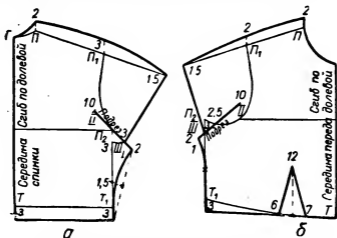

Рис. 259. Нанесение линий фасона лифа платья с цельнокроеным рукавом и вставной ластовицей:
**Спинка.** От точки П (рис. 259,а) вверх проводят вертикальную пунктирную линию и откладывают 2 см, точку 2 соединяют от руки вогнутой линией с точкой Г. От точки П1 вверх проводят вертикальную пунктирную линию и откладывают на ней 3 см, точку 3 соединяют от руки с точкой 2.
Полочка. От точки П (рис. 259, б) вверх под прямым углом откладывают 2 см. От точки П1 вверх проводят вертикальную пунктирную линию и на ней откладывают 2 см, точки 2 соединяют от руки. Линию плеча от точки П через точку П1 следует продлить на 15 см, затем от руки соединить с точкой 2.